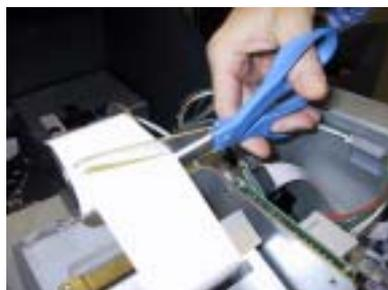

Figura 6-1. Corte el papel entre el rollo y la trayectoria de alimentación de la impresora con tijera.
2. Si queda papel en el rollo, corte el papel entre el rollo y la impresora con una tijera, como se muestra en la figura 6-1.